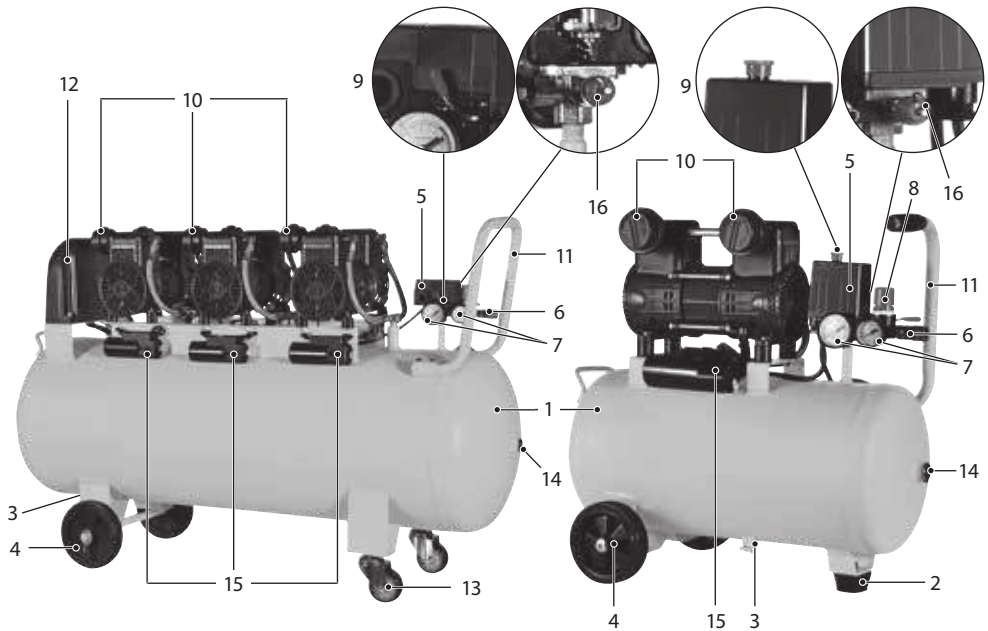

рис. 1
При необходимости подключения пневмолинии или дополнительного ресивера – удалите заглушку ревизионного окна (14, рис. 1) и осуществите резьбовое соединение (кроме арт. 58141).
Компрессор снабжен защитой от перегрева обмоток мотора, установленной внутри корпуса мотора и необслуживаемой. При превышении критического значения температуры устройство защиты отключает мотор компрессора. Через какое-то время после остывания мотор компрессора можно включить переключателем «ВКЛ/ВЫКЛ» (9, рис. 1).
Защита от перегрузки по току отключает мотор при превышении критического значения силы тока, текущего через обмотки мотора. Через непродолжительное время необходимо нажать на кнопку токовой защиты (15, рис. 1) и запустить мотор переключателем «ВКЛ/ВЫКЛ» (9, рис. 1).
- потяните за кольцо предохранительного клапана (16, рис. 1) и снизьте давление до значения менее 1 бар;